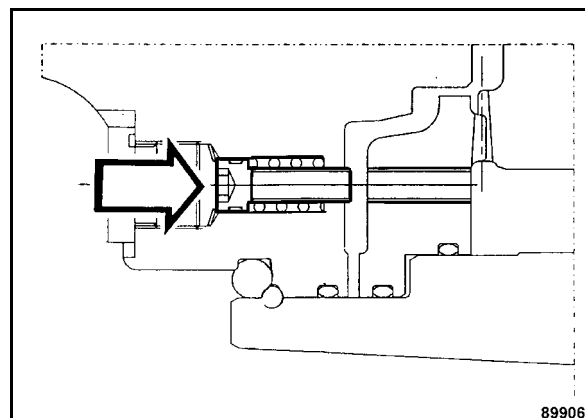

Fig. 74
- Inserire a forza le due viti (Fig. 74) contro le molle.
- Allentare completamente le due viti (Fig. 74) per chiudere il freno.